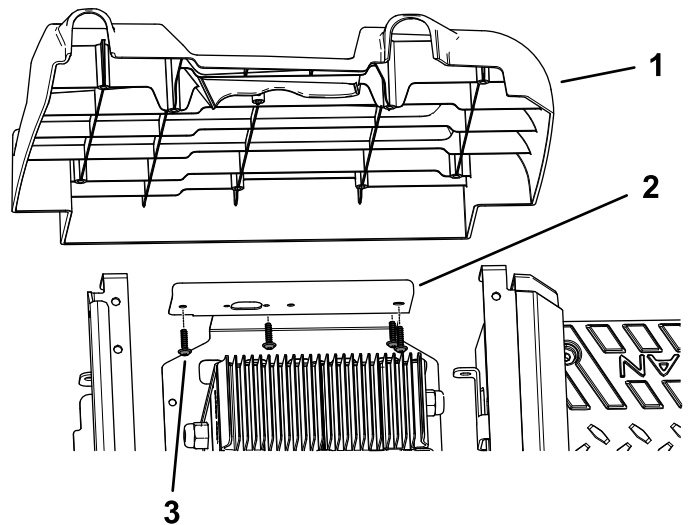

Bild 6
3. Entfernen Sie die vier Torxschrauben (M6,0 x 22 mm), mit denen die Ladegeräthalterung an der linken Seitenplatte befestigt ist (Bild 6).